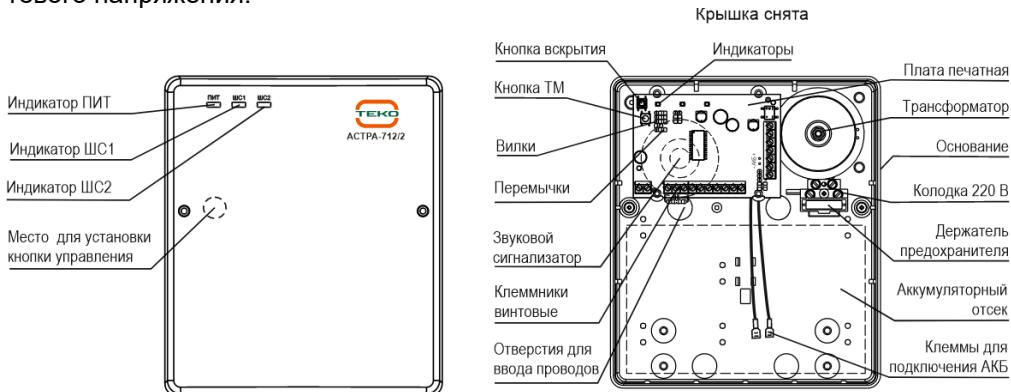

Рисунок 1
**7.1** Конструктивно прибор выполнен в виде блока со съемной крышкой (рисунок 1). Внутри блока установлена печатная плата с радиоэлементами, сетевой трансформатор и колодка с предохранителем для подключения сетевого напряжения.